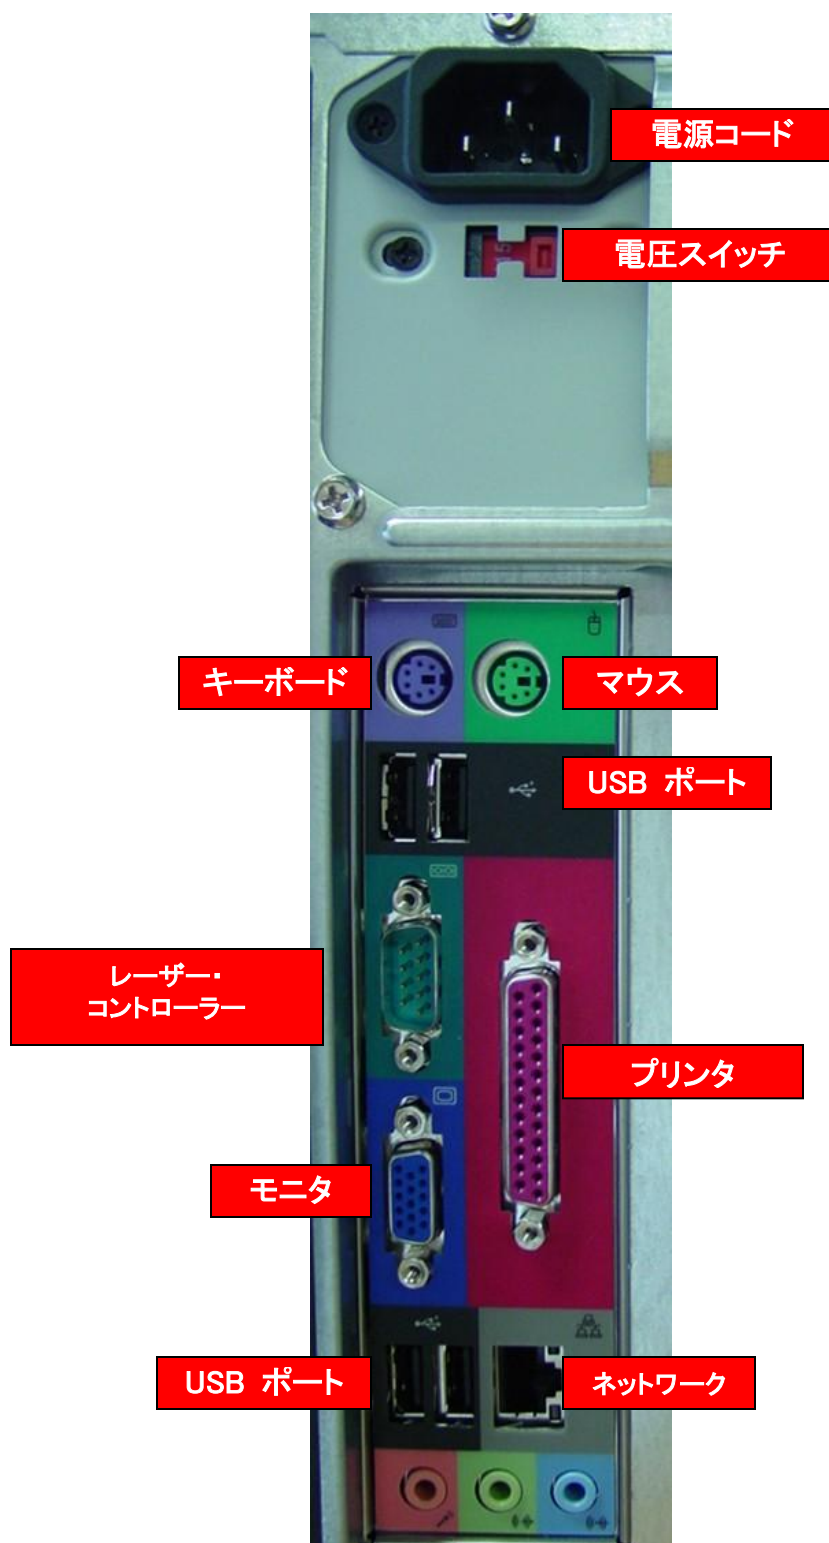

図 3-15. パソコン背面の接続端子
9. 9-pin D レーザー・コントローラー・ケーブルの片方の端をレーザー・コントローラーの 9-pin ポートにつなぎ、もう片方の端をパソコンの 9-pin COM 1 ポートにさし込みます(図 3-15)。